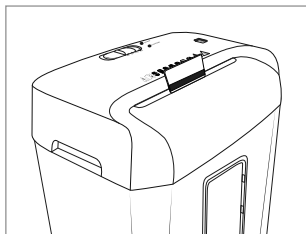

Fig. 3
- ◆ Indfør kreditkortet ovenfra midt i skæreebningen **8** (se fig. 3), og stil omskifteren *REV/OFF/AUTO/FWD* **2** på position *FWD* („forward“ [engelsk] = fremad). Du kan altid kun makulere et kreditkort ad gangen. Indfør det altid med den brede side forrest i skæreebningen **8**. Ellers makuleres magnetstrimlen ikke.